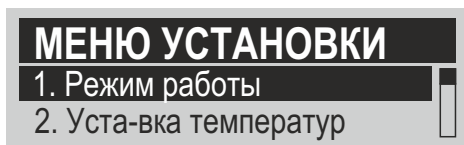

Рисунок 17
7.3.12 Меню установки. Переход в режим меню установки осуществляется с помощью клавиши «MENU» (см. рис. 17).